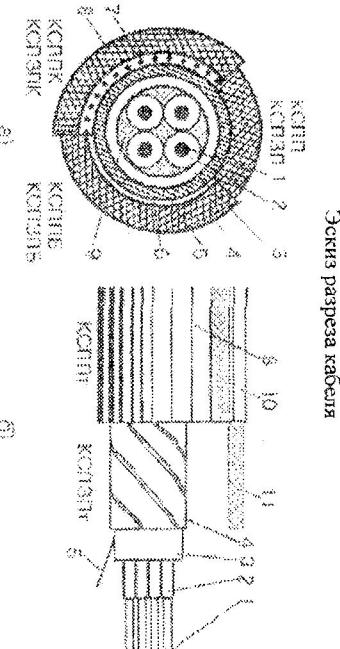

Рис. 2
3. Выполните эскиз разреза кабелей, воспользовавшись соответствующими рисунками в [1.1; 2.1; 2.4]. При этом следует учесть, что на рисунках приведены кабели с различными защитными покровами. Вам необходимо выполнить эскиз кабеля заданной марки. На рисунке укажите название всех конструктивных элементов кабеля. Эскиз разреза кабеля показан на рис.2.
- Выполните эскиз разреза кабелей, воспользуйтесь соответствующими рисунками в [1.1; 2.1; 2.4]. При этом следует учесть, что на рисунках приведены кабели с различными защитными покровами. Вам необходимо выполнить эскиз кабеля заданной марки. На рисунке укажите название всех конструктивных элементов кабеля. Эскиз разреза кабеля показан на рис.2.